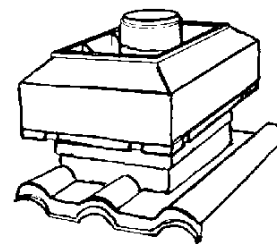

Fig. 11
**NB!** I tillegg bør takhatt kontrolleres årlig, og rengjøres ved behov (fig. 11)
**OBS!** Takhuv och luftintag, ska årligen kontrolleras och rengöras vid behov. (fig. 11)